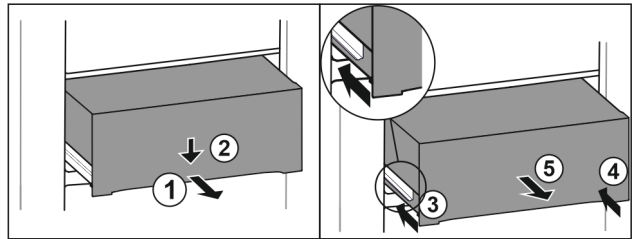

Fig. 106
- ▶ Lade er half uittrekken. Fig. 106 (1)
- ▶ Schuiflade aan de voorzijde omlaag drukken. Fig. 106 (2)
- ▶ Linker rail ca. 2 cm inschuiven. Fig. 106 (3)
- ▶ Rechter rail ca. 2 cm inschuiven. Fig. 106 (4)
- ▶ Lade naar voren toe verwijderen. Fig. 106 (5)